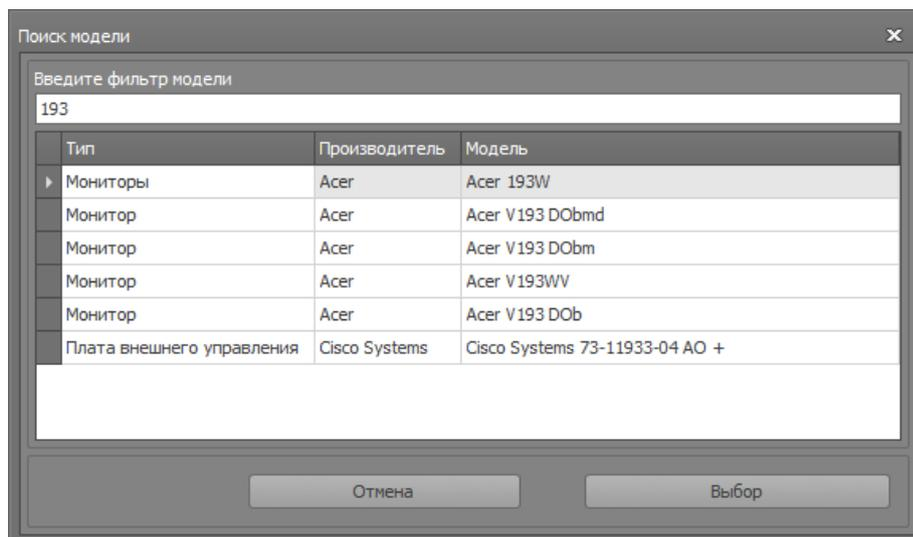

Рисунок 57
- В открывшемся окне (Рис. 57) необходимо осуществить поиск данных о добавляемой модели в существующей базе оборудования (определить производились ли ранее работы по данной модели устройства)